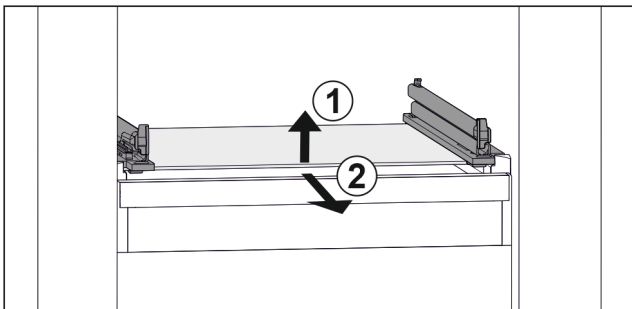

Fig. 27 Приблизне відображення скляної пластини
- ▶ Підняти скляну пластину спереду. Fig. 27 (1)
- ▶ Вийняти скляну пластину рухом вперед. Fig. 27 (2)